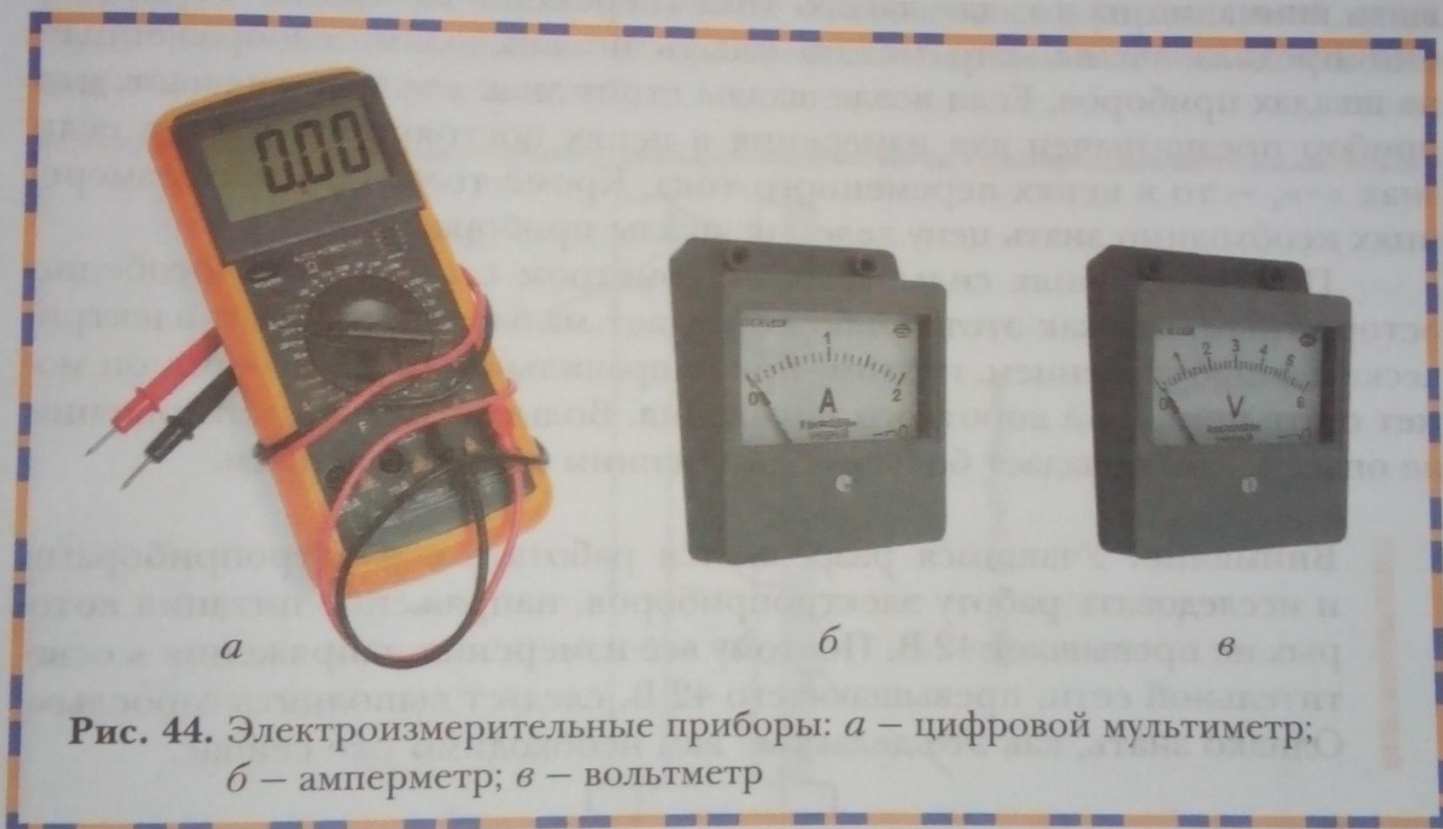

Рис. 44. Электроизмерительные приборы: *а* – цифровой мультиметр; *б* – амперметр; *в* – вольтметр
Обычно электромонтёры-ремонтники, как и другие специалисты в области электротехники и электроники, используют в своей практике комбинированный электроизмерительный прибор – цифровой мультиметр (рис. 44, *а*), который позволяет измерять три параметра: силу тока (A), напряжение (B), сопротивление (Om). В зависимости от положения ручек управления и подключения проводов прибора он может использоваться соответственно как амперметр, вольтметр и омметр.
В учебных целях используются также амперметры и вольтметры (рис. 44, *б*, *в*). Чтобы проводить измерения этими приборами, необходимо знать правила их включения в электрическую цепь.